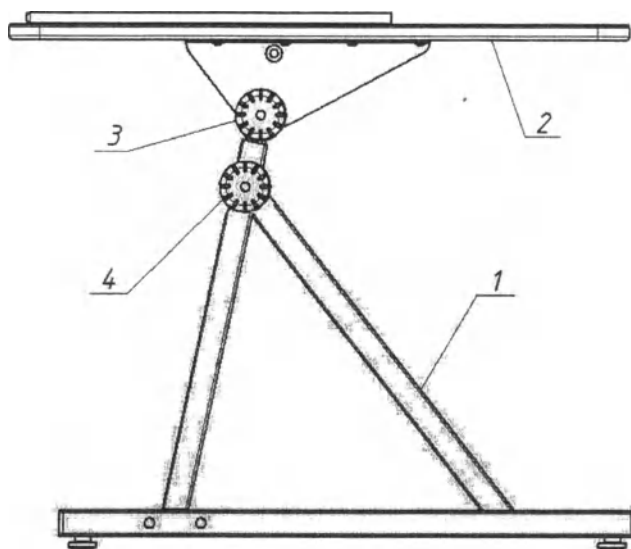

Рисунок 1
Парта (рис.1) состоит из основания (1), столешницы (2). Угол наклона столешницы регулируется перемещением пластины и фиксируется с помощью фиксаторов (3). Столешница может регулироваться по высоте (поднимаясь или опускаясь) и фиксироваться в нужном положении с помощью фиксаторов (4).